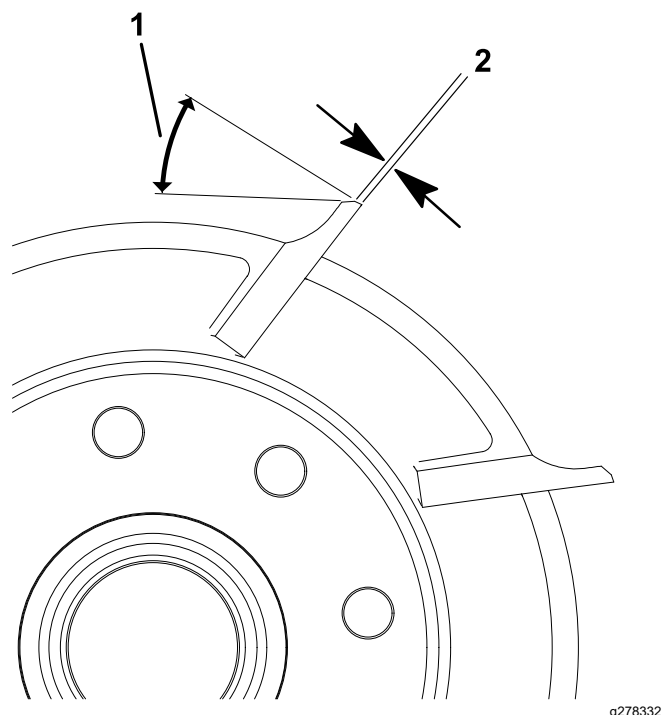

Figura 27
1. Aplicați un unghi de rectificare 30° pentru toate lamele cilindrului, până când lăimea la sol atinge 0,8 mm (Figura 27).